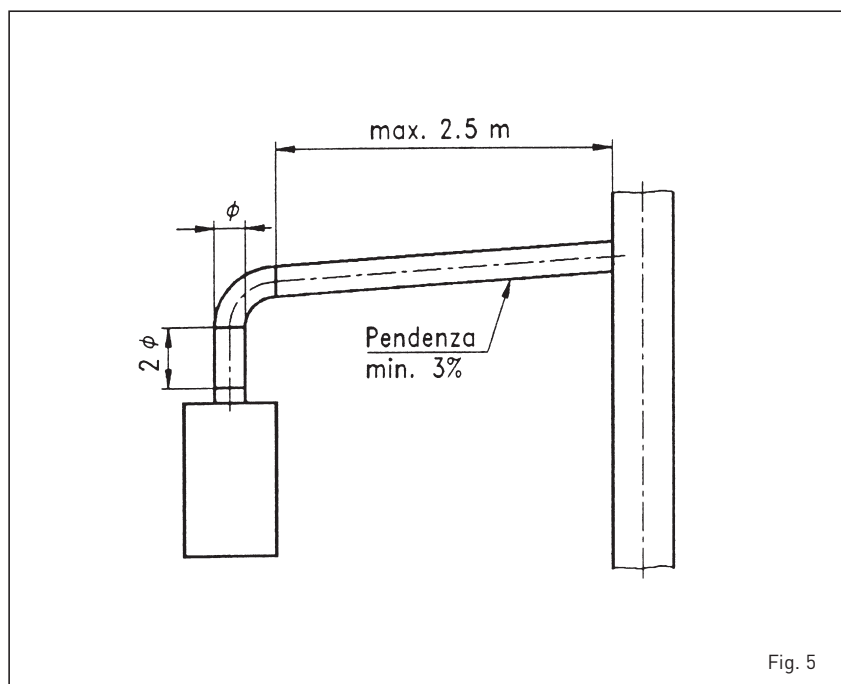

Fig. 5
2.4.1 Allacciamento canna fumaria (fig. 5)